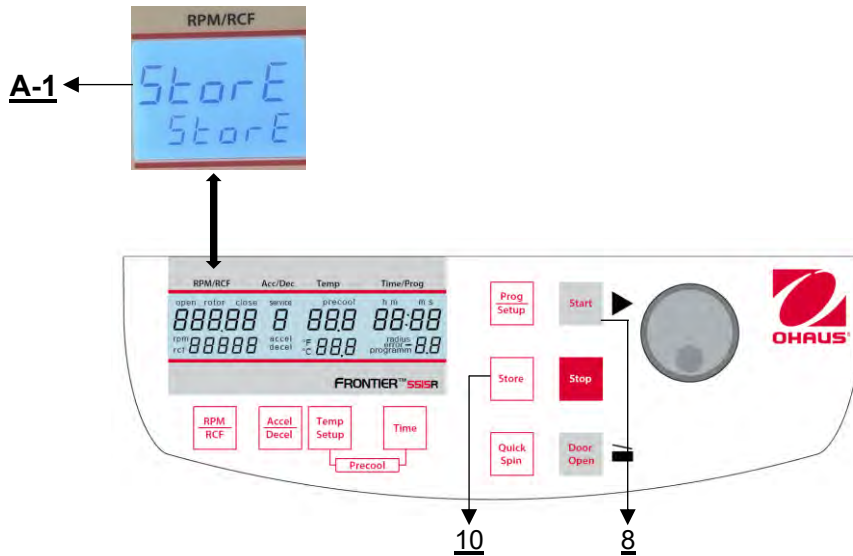

Figure 30
Tous les réglages modifiés doivent être confirmés par la touche **"Start"**(8) ou **"Store"**(10). Le mot **"Store"** apparaît sur l'écran **"RPM | RCF"** (A-1) - Ce n'est qu'ensuite que les présélections sont valables (voir figure 30). Après avoir mémorisé les réglages, vous pouvez repasser en mode programme normal en éteignant la centrifugeuse pendant un court instant.